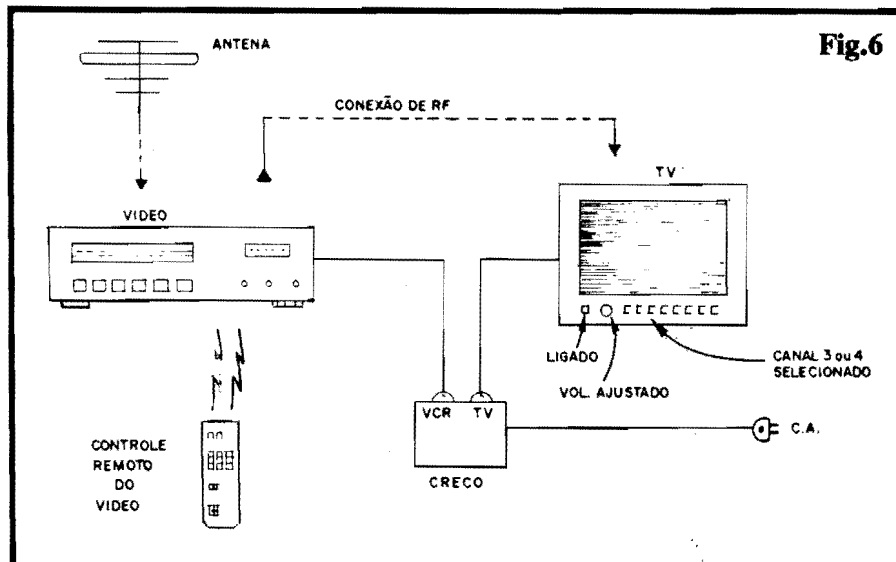

Fig.6
- FIG. 6 - INTERLIGANDO TUDO...
Notar que (ver diagrama de conexões na fig. 6...) as ligações de **antena** devem ser feitas (provavelmente já estão assim, na instalação original...) unicamente ao VCR, e que a Saída de RF deste deve estar conectada à Entrada de Antena da TV, através do conveniente cabo (coaxial de 50 ohms, ou "fita" de 300 ohms, com o auxílio do respectivo **baloon**...), para que a sintonia dos canais possa ser efetivamente feita, na recepção normal, via VCR (o televisor sempre receberá os sinais de RF já devidamente "convertidos" para a frequência dos canais 3 ou 4, conforme o caso...). Todas as operações normais com a TV passam a ser feitas Via Remoto do Vídeo (com exceção de eventual controle de **volume**, mas este é um parâmetro de ajuste "semi-fixo", que muito dificilmente ficamos alterando a todo momento...).